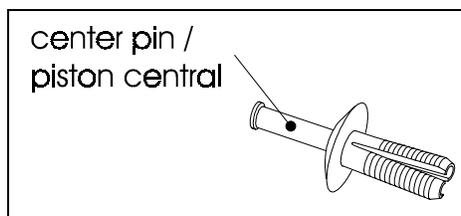
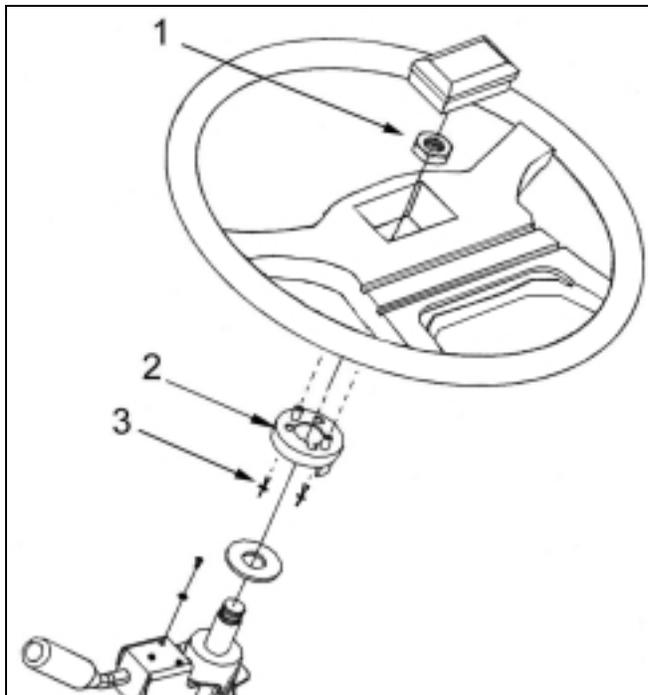

FIGURE 1 : RIVET DE PLASTIQUE
FIGURE 2
- Vérifier si l'anneau interrupteur des clignotants (article ② figure 2) est solidement fixé au volant. Celui-ci ne doit pas bouger et ne doit pas pouvoir se décentrer par rapport à la colonne de direction. Si l'anneau interrupteur n'est pas fermement maintenu, effectuer les étapes suivantes :
- Dévisser l'écrou de fixation du volant (article ① figure 2) et retirer le volant.
- Insérer les rivets de plastique (figure 1, article ③ figure 2,) tel que montré sur la figure 2 et frapper le piston central avec un marteau.